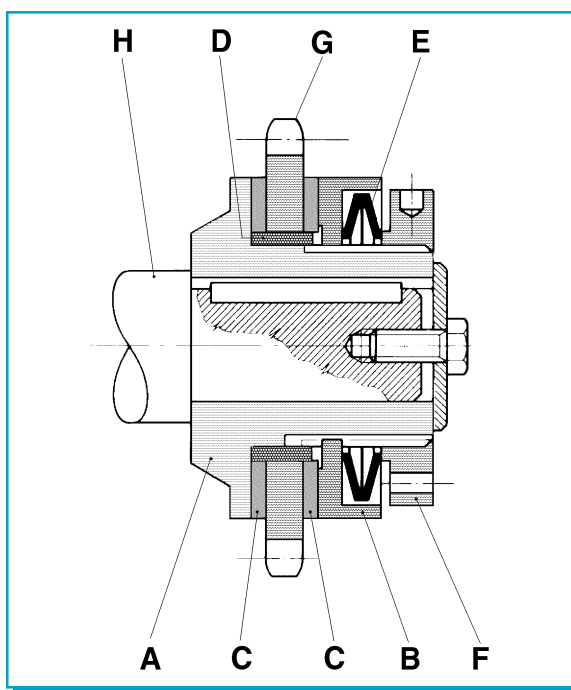

Fig.1
- In Fig. 1 è schematizzato il principio di funzionamento di un limitatore di questa gamma: l'organo di trasmissione (G) (solitamente una corona dentata), trasmette il moto all'albero (H). Questo concetto può essere invertito, considerando in questo caso l'albero motore (H), e la corona (G) trasmettitore del moto. La corona (G) è installata fra due anelli di attrito (C) e centrata tramite una boccia antifrizione (D) sul nucleo centrale (A), che funge da supporto per il sistema e da calettamento sull'albero (H).
- Tramite una flangia di pressione (B) scorrevole assialmente sul nucleo centrale (A), su pattini impegnati in apposite scanalature, si determina una pressione proporzionale sulla corona (G), comprimendo in modo variabile le molle a tazza (E), tramite la ghiera di registro (F). Tramite la ghiera di registro, impegnata su filettatura, ricavata all'estremità del nucleo centrale (A) è possibile ottenere il valore di coppia desiderato, con una buona precisione, al raggiungimento del quale, è possibile bloccare la ghiera (F) tramite la vite presente sul corpo della ghiera stessa.
- *Figure 1 illustrates the operating principle of a limiter from this range: the transmission gear (G) (usually a crown wheel), transmits motion to the shaft (H).*
- Sur la Fig. 1 se trouve le schéma du principe de fonctionnement d'un limiteur de cette gamme : l'organe de transmission (G) (généralement une couronne dentée), transmet le mouvement à l'arbre (H).
- In Abbildung 1 wird das Funktionsprinzip eines Begrenzers dieser Serie veranschaulicht: das Antriebsorgan (G) (normalerweise ein Antriebskegelrad) überträgt die Bewegung auf die Welle (H).